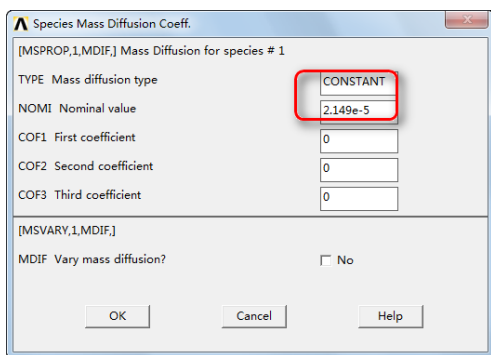

图 10-85 “Species Mass Diffusion Coeff” 对话框
⑮单击“OK”按钮会弹出“Species Mass Diffusion Coeff”对话框，如图 10-85 所示，在“TYPE Mass diffusion type”输入框输入 CONSTANT，在“NOMI Nominal value”输入框输入 2.149e-5。
③④单击“OK”按钮会弹出“Species Mass Diffusion Coeff”对话框,如图 10-85 所示,在“TYPE Mass diffusion type”输入框输入 CONSTANT,在“NOMI Nominal value”输入框输入 $1.601\text{e-}5$ 。
④8 单击“OK”按钮会弹出“Species Mass Diffusion Coeff”对话框，如图 10-85 所示，在“TYPE Mass diffusion type”输入框输入 CONSTANT，在“NOMI Nominal value”输入框输入 $4.964\text{e-}5$ 。